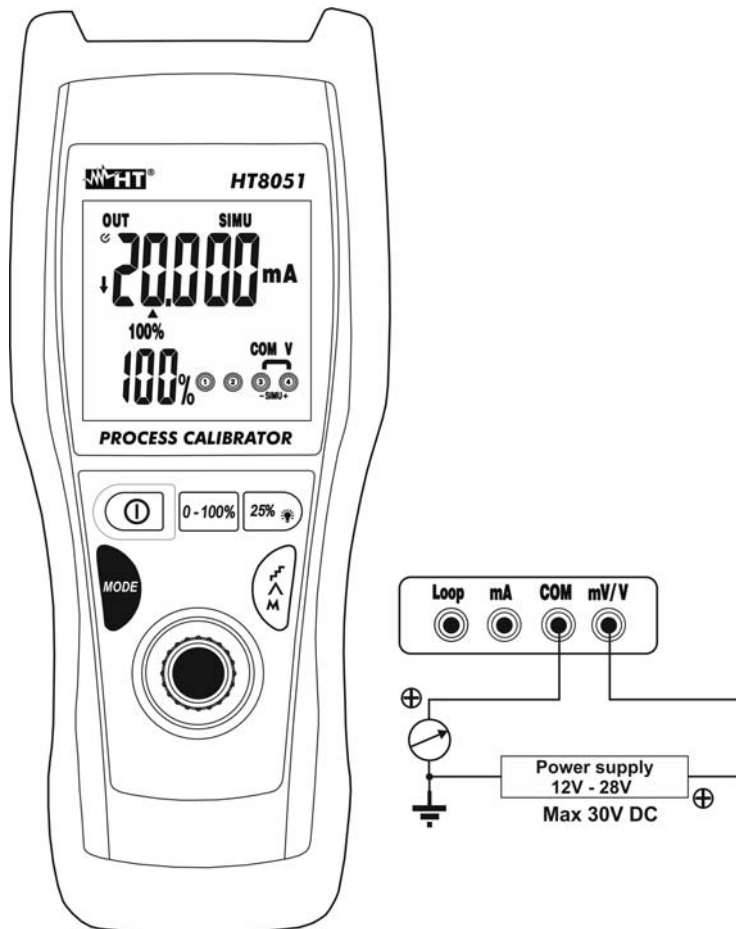

Fig. 8 : Simulation d'un transducteur
5. Positionner l'embout vert et l'embout noir respectivement dans les points à potentiel positif et négatif de la source externe et positif du dispositif externe de mesure (ex : multimètre - voir Fig. 8).
6. Pour la génération de la valeur négative de courant, tourner les embouts de mesure dans le sens inverse par rapport à la connexion de Fig. 8.